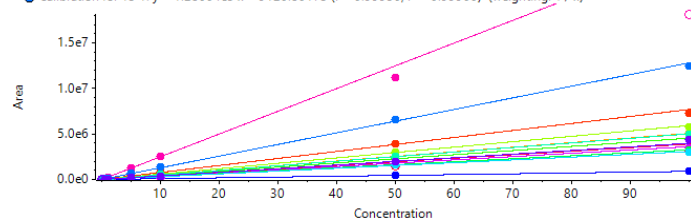

图3. 各亚硝胺线性。
3.1 水中13种亚硝胺类化合物的线性曲线（图3），线性良好（ $r^2 > 0.99$ ）